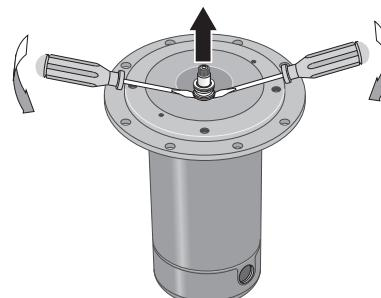

FIGURE 14 - RETIRER LA PLAQUE D'ÉTANCHÉITÉ
3. Retirez la moitié tournante du joint en plaçant deux tournevis sous la bague d'étanchéité et en soulevant avec soin (figure 14).